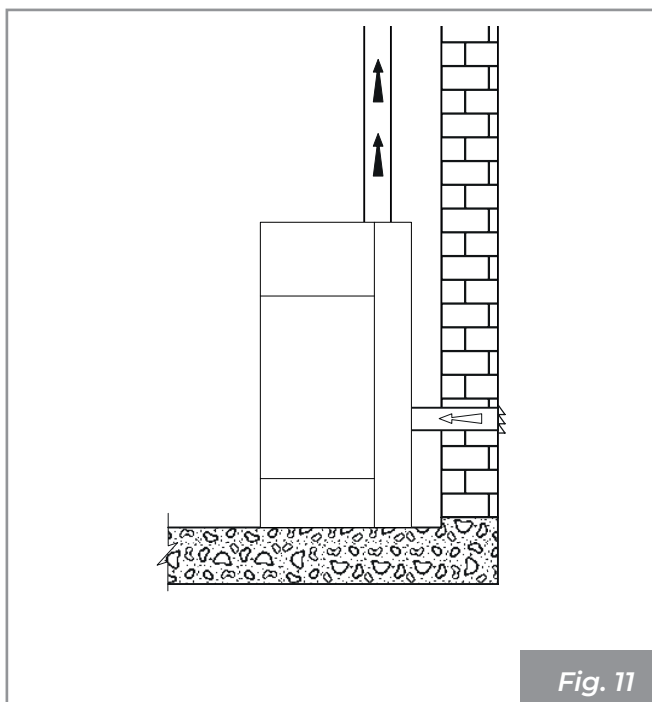

Fig. 11
- il peut provenir directement de l'extérieur à travers un raccordement direct à la chambre de combustion (**Fig. 11**).
- connecter l'entrée d'air de combustion de l'appareil à la prise d'air avec un conduit approprié (**Fig. 11**).